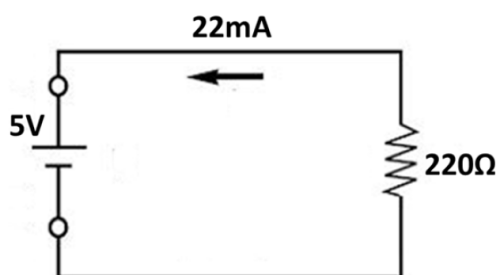

Figura 4.3: exemplo da aplicação da lei de Ohm. Fonte: OLIVEIRA et al (2018).
Onde, i corresponde a corrente em Amperes (A), tensão V é expressa em Volts (V) e resistência R é expressa em Ohms (Ω). Portanto, para exemplificar a aplicação da lei de Ohm, considere um circuito, Figura 4.3, em que a tensão é de 5V e uma resistência de 220 Ω . Aplicando a fórmula, temos: